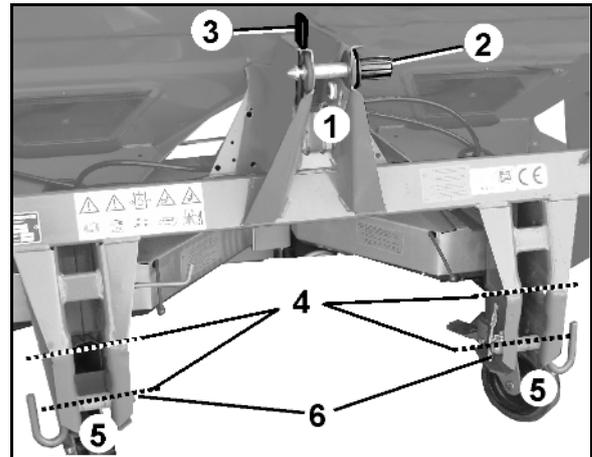

Fig. 37
2. Nettoyez l'arbre d'entrée (Fig. 37/1).
4. Dévissez la vis d'arrêt (Fig. 37/6).
5. Faites pivoter le bol de protection (Fig. 37/2) en position de montage (Fig. 37/7).
7. Desserrez le contre-écrou (Fig. 37/3) à l'intérieur de la mâchoire d'accouplement du limiteur à friction (jusqu'à ce que le goujon fileté ne dépasse plus hors du contre-écrou), dévissez le goujon fileté à six pans creux (Fig. 37/4) et vérifiez si la mâchoire d'accouplement se retire aisément de l'arbre de boîtier.
Veillez à ce que la clavette (Fig. 37/5) soit entièrement couverte !
9. Assurez-vous que l'arbre à cardan ne puisse pas se déplacer axialement. Pour cela, serrez à fond le goujon fileté six pans creux à l'aide d'une clef pour vis six pans creux et bloquez l'ensemble à l'aide du contre-écrou (Fig. 37/3).
2. Desserrez le contre-écrou (Fig. 37/3) à l'intérieur de la mâchoire d'accouplement du limiteur de couple à friction. Dévissez le goujon fileté (Fig. 37/4).